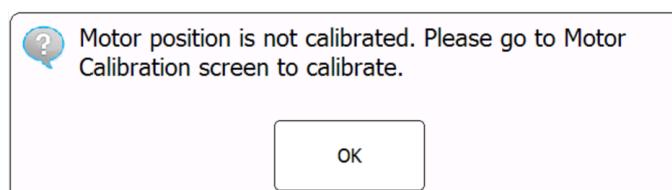

Figura 45 Notificación en caso de que la posición del motor no esté calibrada
La calibración del motor (CM) es un procedimiento que designa la ubicación de cada pocillo escaneado por los módulos ópticos de cada ranura individual. Los instrumentos se entregan con el paso de calibración del motor completado, y normalmente no es necesario volver a realizar la calibración tras recibir el instrumento. En caso de que vea una notificación en la pantalla táctil del instrumento que alerte de la necesidad de calibrar el motor (**Figura 45**), pulse **OK** y siga las indicaciones que aparecen en pantalla.